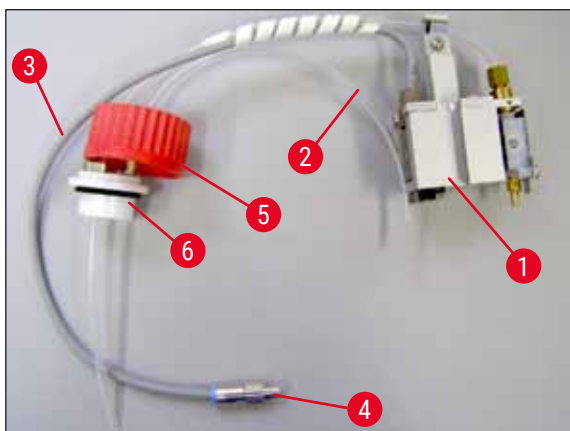

Bild 10
1. Ta ut fördelargruppen (→ Bild 10) ur förpackningen.